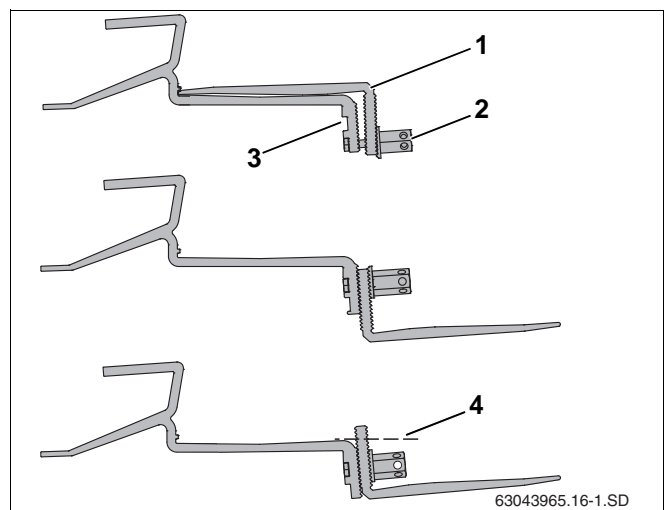

Fig. 17 Positionering igen af tagkrogens underdel
- ▶ Løsn den lange sekskantmøtrik (fig. 17, **pos. 2**).
- ▶ Sæt skruen ind i det øverste hul (fig. 17, **pos. 3**).
- ▶ Fastgør tagkrogens underdel (fig. 17, **pos. 1**) løst. Stram ikke forbindelsen helt endnu.